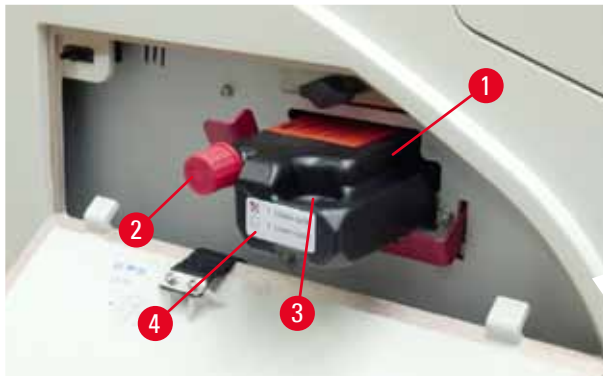

Fig. 54
3. Remova a folha protetora e insira o cartucho até que esteja na metade da ranhura do cartucho (→ "Fig. 54").